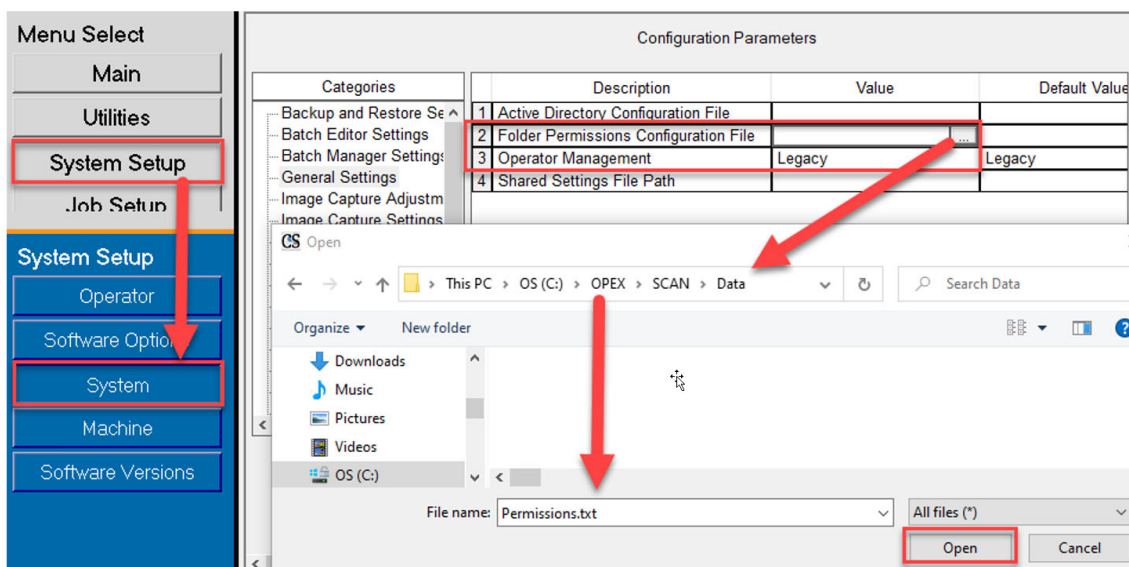

図 3-29 : 権限ファイルの作成
- **System Setup** (システム設定) > **System** (システム) > **General Settings** (基本設定) > **Folder Permissions Configuration File** (フォルダ権限設定ファイル) (図 3-29)の順に移動します。